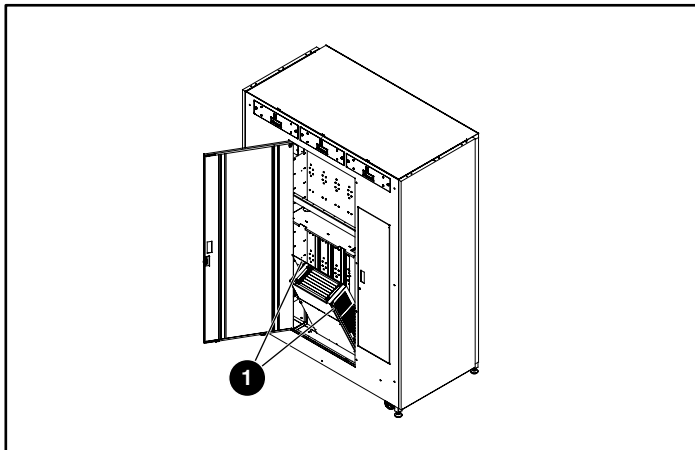

Figura 9: Inclinazione dell'alloggiamento dei componenti elettronici
3. Allentare le due viti prigioniere nella parte superiore del telaio dell'alloggiamento dei componenti elettronici e inclinare l'alloggiamento verso l'esterno del cabinet (vedere la Figura 9).